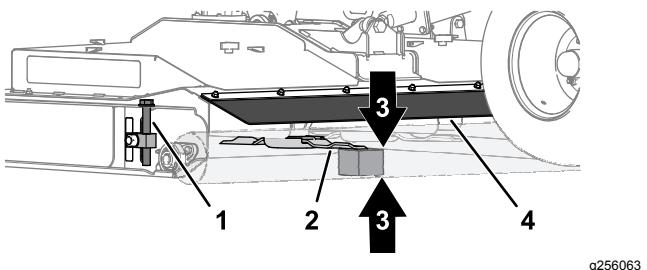

Figura 80
- Lavorando sulla parte posteriore del piatto di taglio, sollevate l'aletta posteriore e allineate il blocco di legno di 51 mm tra l'estremità posteriore della lama centrale del tosaerba e il terreno (Figura 80).